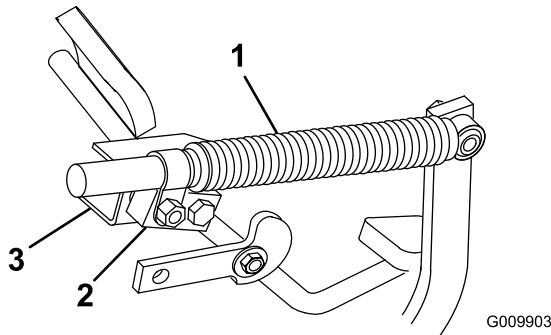

Bild 59
2. Lockern Sie die Klemmmutter, mit der das Stoßdämpfergelenk an der Stoßdämpferhalterung befestigt ist (Bild 59).